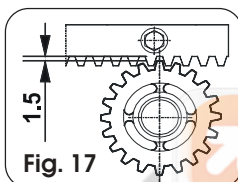

Fig. 17
- Au terme de l'installation de la crémaillère, pour garantir un engrenement correct avec le pignon, il est recommandé d'abaisser d'environ 1,5 mm (Fig.17) la position du motoréducteur.